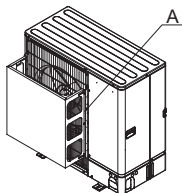

Fig. 2-4
- (2) Dacă unitatea este instalată în zone în care vânturile puternice ale unui tifun, etc. pot intra direct în gura de evacuare, instalați un sistem de ghidare a aerului. (Fig. 2-4)